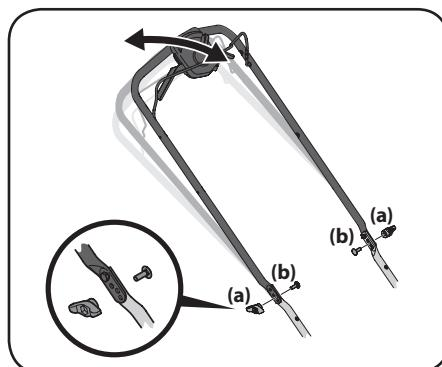

Figure 2-15
- Retirez les écrous à oreilles (a) et les boulons ordinaires (b) du guidon. Voir la Figure 2-15.
- Choisissez la position la plus confortable parmi les trois positions possibles. Voir le détail de la Figure 2-15.